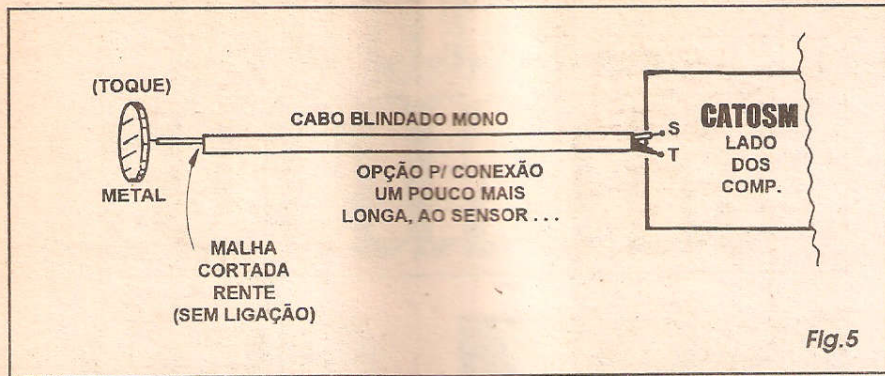

Fig.5
- FIG. 5 - OPÇÃO PARA LIGAÇÃO DO SENSOR COM CABO MAIS LONGO... - Conforme já foi explicado, devido ao método de sensoreamento do circuito, e à própria simplicidade deste, *paga-se um preço* que é o da hiper-sensibilidade, se o cabinho que liga a placa ao sensor for maior do que uns 15 cm. (e se o campo elétrico de 60 Hz, no local, for muito intenso...). como não está prevista a inserção de um ajuste de sensibilidade, é então fundamental manter a conexão do sensor *curta*... Se inevitavelmente o sensor precisar ficar a mais de 15 cm. da placa (num limite máximo que pode variar de 50 cm. a uns 2 metros, dependendo das circunstâncias particulares da instalação e do próprio local...), sua conexão deverá ser feita com cabo blindado mono, observando-se a ligação da *malha de terra* do cabo ao ponto T da placa (na extremidade correspondente ao impresso...). Já na ponta do cabo ligada ao sensor, apenas o fio *vivo* é utilizado, devendo a *malha* ser cortada rente, deixando sem ligação...